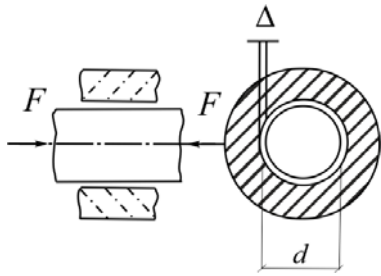

Рис. 2.26
**2.26. Упругий стержень вставлен в абсолютно жесткую трубку с кольцевым зазором  $\Delta$ . Под действием сил  $F$  зазор закрывается и на стенки трубки передается давление  $p$ . Определить коэффициент Пуассона материала стержня при заданных  $\Delta, d, F, p, E$  (рис.2.26).**